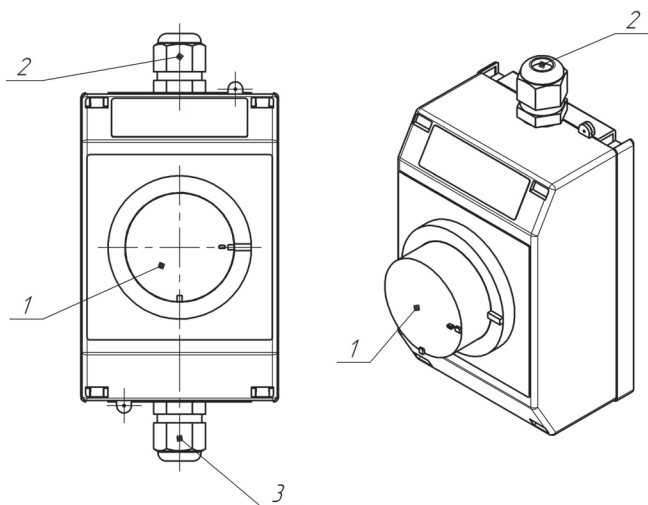

Рисунок 5.1 - Конструкция блока управления
- Блок управления (поз.12, см. Рисунок 5.1).
Блок управления (Рисунок 5.1) предназначен для управления энергонезависимыми газогорелочными устройствами производства компании «Теплодар», а также для управления температурой теплоносителя в котлах.
Блок управления (Рисунок 5.1) состоит из следующих основных элементов: